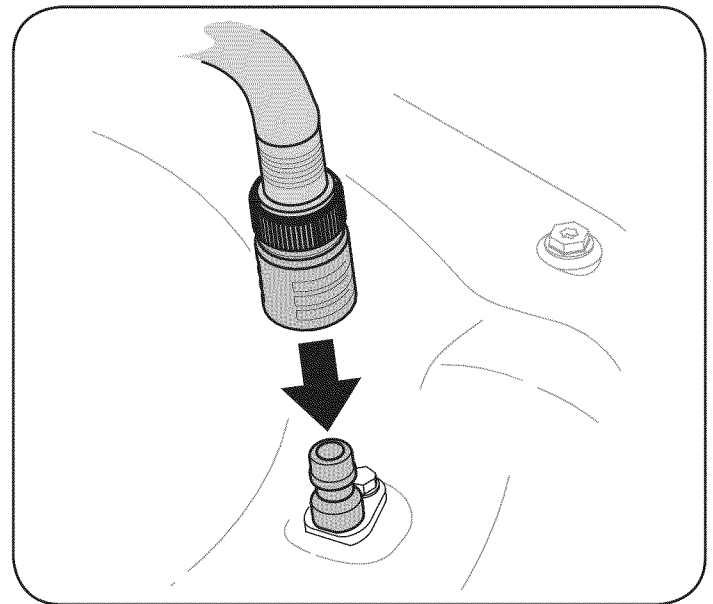

Figura 18
3. Una el acople de la manguera al puerto de agua que se encuentra en la superficie de la plataforma. Vea la Figura 18.